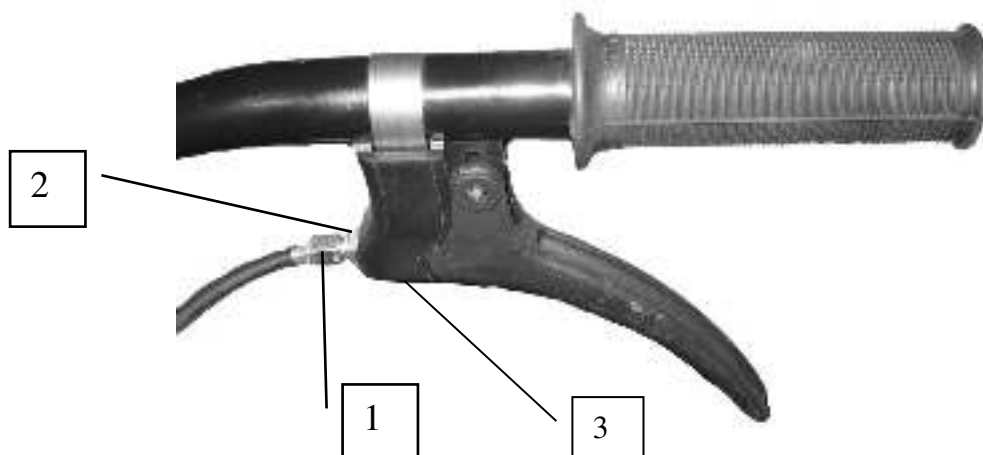

Рисунок 10 – Механизм управления сцеплением
- что рычаг сцепления находится в свободном положении (рисунок 10), не удерживайте его;
После того, как двигатель достиг необходимого числа оборотов, медленно нажимайте на рычаг сцепления до его полного прикосновения с рукояткой руля (рисунок 10), что вызовет вращательное движение фрез. До приобретения соответствующего навыка включение сцепления рекомендуется производить в таком положении мотоблока, когда ножи фрез приподняты и не касаются земли.